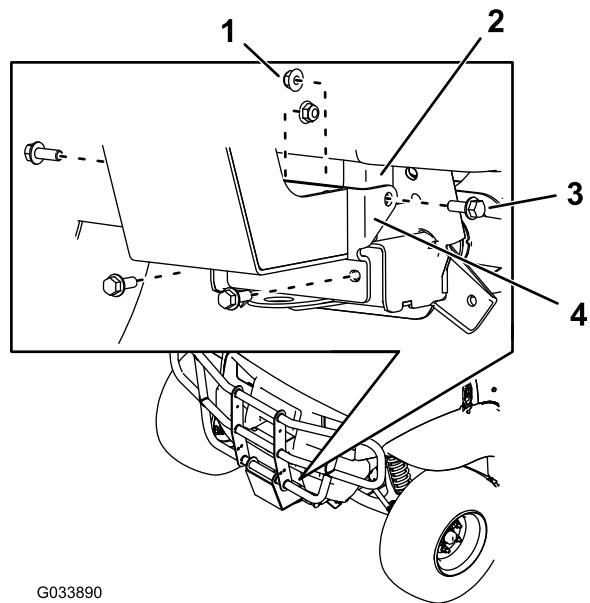
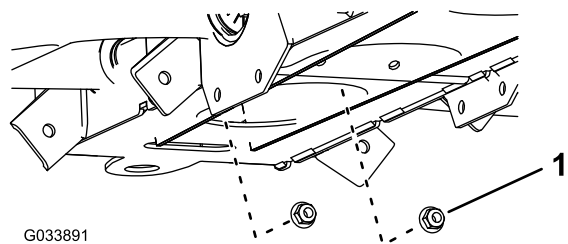

図 8
図 9
6. **図 8**と**図 9**に示すように、ボルト (3/8 x 1") 4本とナット (3/8") 4個を使って、下部ブラシガードブラケットをバンパーサポートブラケットに取り付ける。